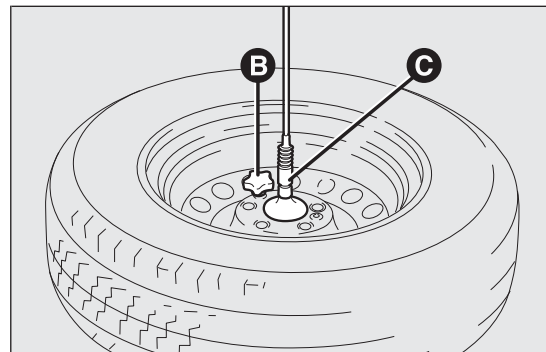

fig. 119
- ☐ retirar el capuchón B fig. 119 y desenganchar el cable de retención, a continuación, soltar la rueda del soporte dentado C aflojando los 2 tornillos;